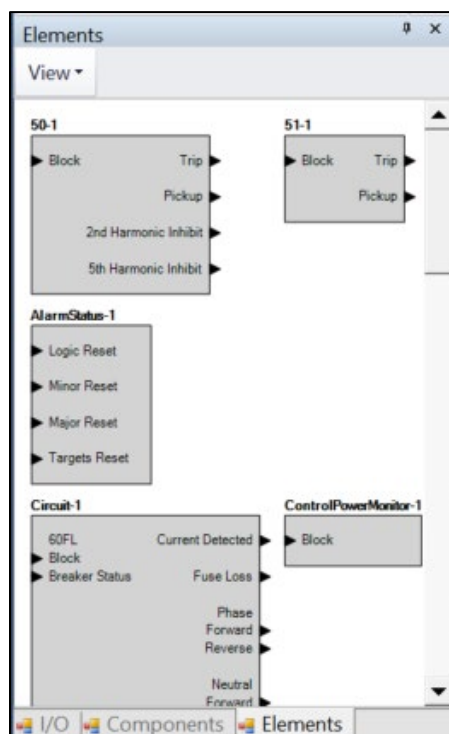

图 2-22. 元件页面
- a. 从屏幕中央的库中选择“元件”选项卡。将50-1和51-1功能块拖到工作区中。元件屏幕如图2-22所示。